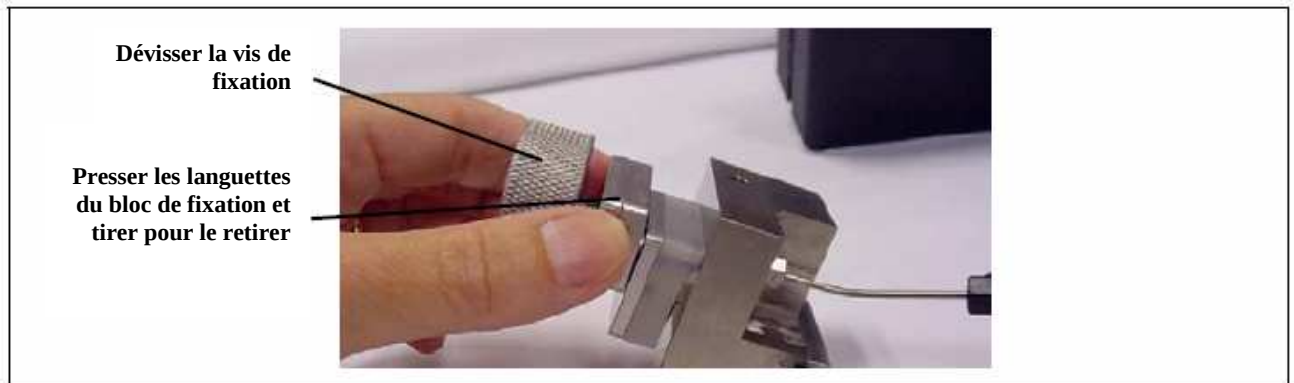

Figure 9.33. Démontage de la cellule ampérométrique.
6. Presser les languettes du bloc de fixation et retirer, de la cellule, le bloc et la vis de fixation (voir figure 9.33).
9. Orienter la cellule avec la vis de fixation (voir figure 9.33) vers la gauche, et presser la cellule sur son emplacement de montage dans le compartiment du DC.
11. Orienter la cellule avec la vis de fixation (voir figure 9.33) vers la gauche, et presser la cellule sur son emplacement de montage dans le compartiment du DC.